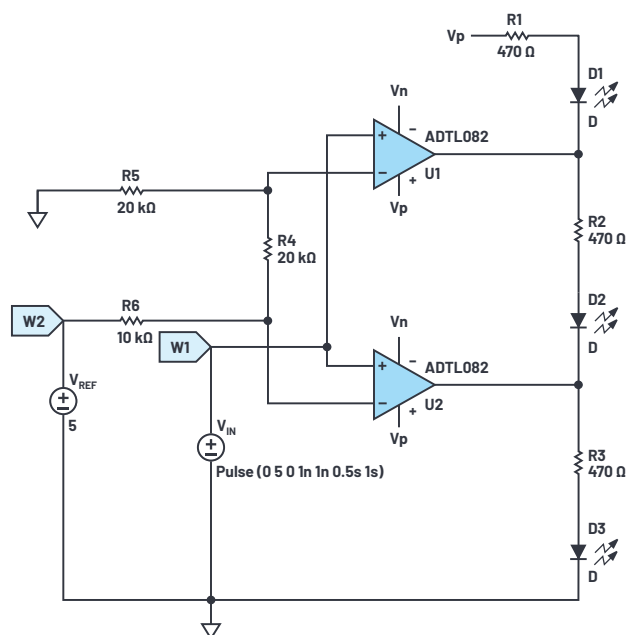

図16. LEDを使用した電圧レベルの表示計
続いて、図16に示すように、複数の電圧レベルに対応する回路に拡張してみてください。
- ▶ 図16の回路のスレッシュホールド電圧を求めてください。また、それぞれの入力電圧範囲に対し、どのLEDがオンになりますか。
なお、図16の回路は、ウィンドウ・コンパレータとして知られています。同コンパレータについては、Temperature Control Using Window Comparator（ウィンドウ・コンパレータによる温度の制御）をご覧ください。